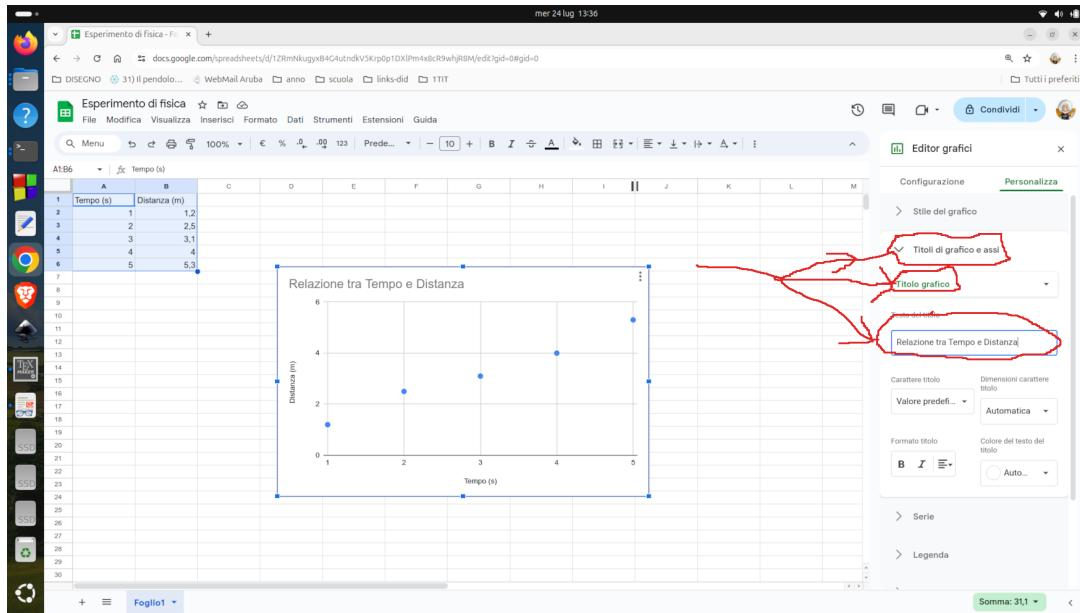

Figura 3.24 – Scheda Modifica del titolo.
3. Aggiungi il titolo del grafico: ad esempio, *Relazione tra Tempo e Distanza*: espandendo il sottomenu **Titolo di grafico e assi** figura 3.24: